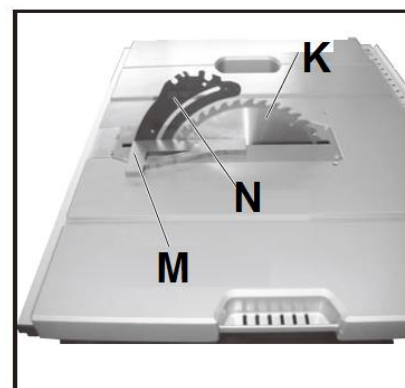
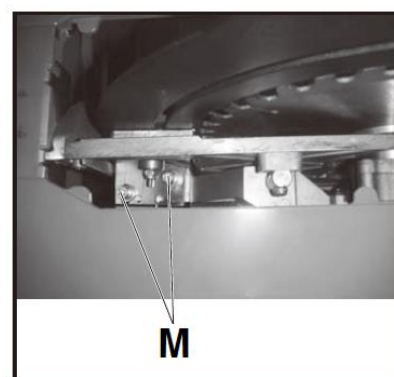

Рис. 22
Рис. 23
Проверка взаимного расположения расклинивающего ножа и пильного диска и их выравнивание (Рис. 22-Рис. 23)
- Снимите стопоры для предотвращения отскока заготовки и узел защитного ограждения пильного диска. Приложите угольник или поверочную линейку одновременно к пильному диску и расклинивающему ножу (К, N, Рис. 22).
- Пильный диск и расклинивающий нож выровнены, когда угольник (M, Рис. 22) равномерно прилегает к диску и ножу без зазоров.
- Ослабьте винты, крепящие кронштейн (См. Рис. 23).
- После выравнивания надежно затяните винты (M, Рис. 23).